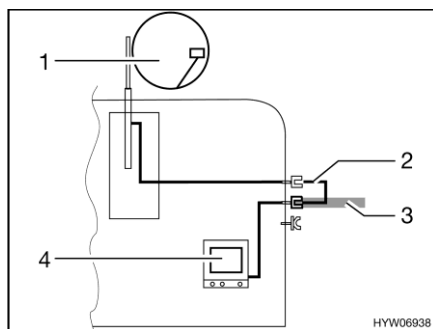

Bild 147 TV i fordonet
- TV i fordonet (Bild 147,4): Anslutning till takantenn (Bild 147,1) med anslutningskabel (Bild 147,2)
- TV i fordonet (Bild 147,4): Anslutning till extern antenn (Bild 147,3)